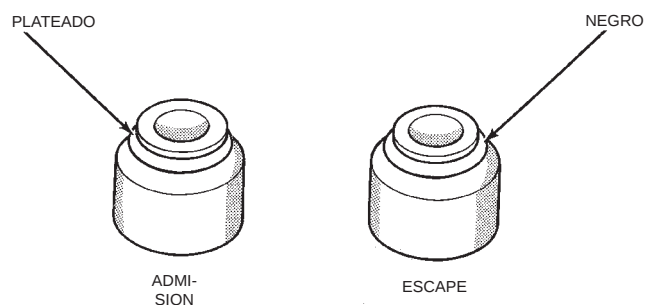
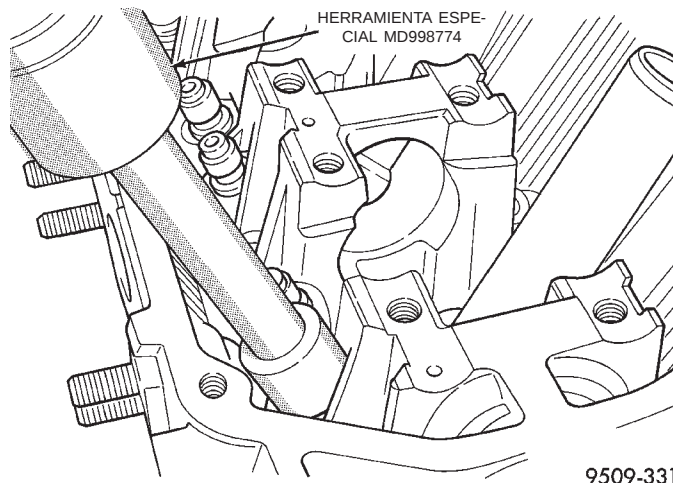

Fig. 98 Identificación de las juntas de vástago de válvulas
Fig. 99 Instalación de las juntas de vástago de válvulas
(1) Recubra los vástagos de válvula con aceite de motor limpio y encastre en la culata de cilindros en su posición original, si va a ser reutilizado.
(2) Instale el asiento de muelle de válvula.
(3) Instale el retén de válvula plateado sobre la guía de la válvula de admisión y la junta de color negro sobre la guía de la válvula de escape (Fig. 98). Con la herramienta especial MD-998774, instale la junta golpeando levemente hasta que éste se emplace (Fig. 99).